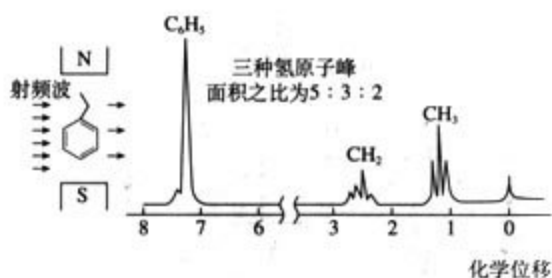
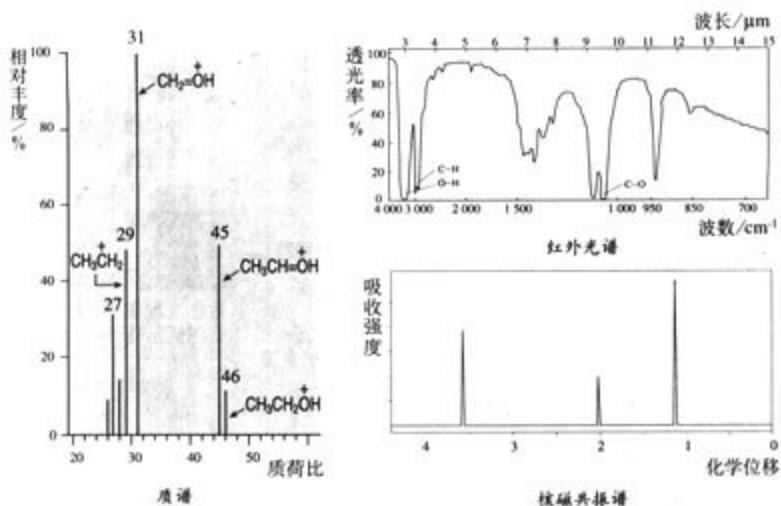

图 3-2 磁场中的乙苯与电磁波相互作用形成核磁共振谱示意图
图 3-3 乙醇的几种谱图
上述科学探究中, 我们通过化学实验, 利用物质在化学反应中所表现出的性质来检测、鉴别物质。在科研和生产实际中, 常常使用特定的仪器, 通过检测物质的某种物理性质或化学性质达到检出、鉴别的目的。例如, 色谱分析仪利用混合物中不同组分在同一固定相中溶解、吸附、分配、交换等作用的不同, 以电信号反映出来, 从而达到检出混合物中各组分的目的。红外光谱基于不同结构的物质对红外光吸收情况的不同, 通过测试和记录物质的红外吸收光谱曲线, 达到检测物质的目的。质谱仪利用分子受高能电子流轰击时裂解为具有不同质量的分子离子、碎片离子, 测得相对分子质量和分子结构信息。核磁共振谱仪则记录下磁场中样品的原子核与电磁波相互作用产生的核磁共振信号(如图 3-2), 信号的位置和强度提供了分子结构、分子运动等信息。红外光谱、质谱和核磁共振谱常用于有机物的结构分析①(如图 3-3)。图 3-4 所示仪器装置将混合物分离、各组分鉴定和结果处理结合在一起, 便捷、高效, 是一种比较先进的仪器分析技术。